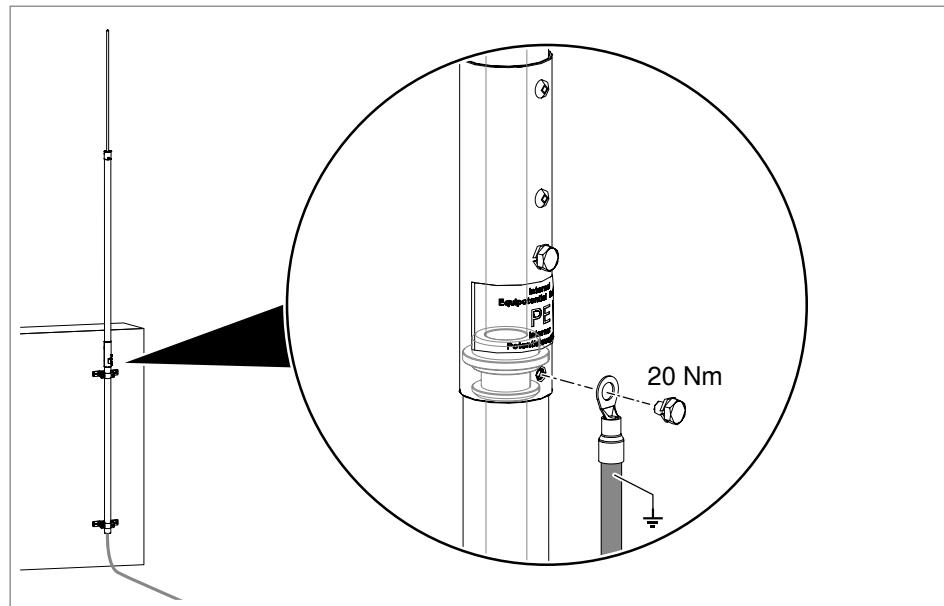

Abb. 50: Potentialanschluss über Kabelschuh mit Fangmast verbinden
1. Die untere Schraube wie in Abb. 50 gezeigt lösen.